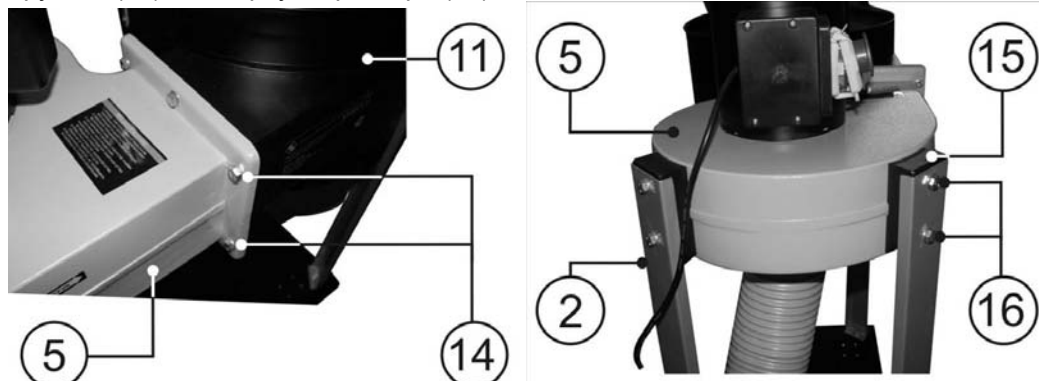

Рис.2
8.2. Совместите вход корпуса фильтра (11) с выходом корпуса вентилятора (5), установите между ними прокладку, скрепите их шестью болтами (14), Рис.2.